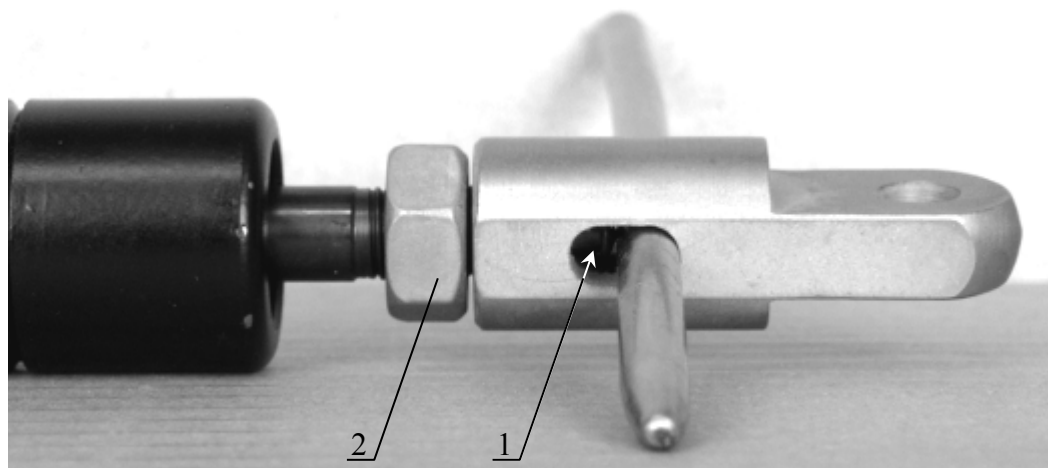

Рисунок 17. Регулировка газовых пружин.
- 12.4.2 Вставьте пруток $\varnothing 5$ в паз пружины (Рисунок 17) и вверните головку до соприкосновения с фиксатором пружины 1, затяните гайку 2.